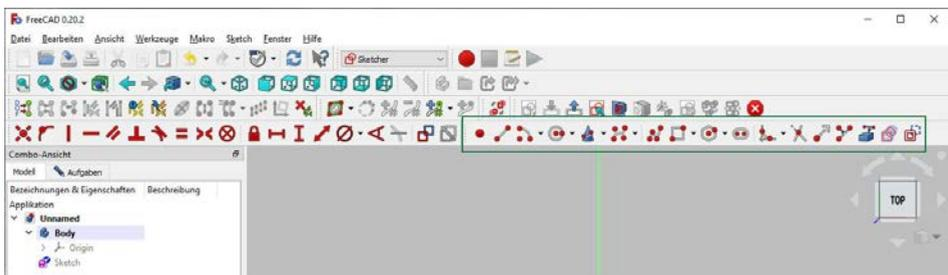

Abbildung 4.2: Der Arbeitsbereich »Sketcher« mit dem Werkzeugkasten »Skizzengeometrien«
5. Ihr Bildschirm sieht damit wie in Abbildung 4.2 aus. Darin wurde der Werkzeugkasten *Skizzengeometrien* hervorgehoben, mit dem wir uns in der Folge beschäftigen werden.